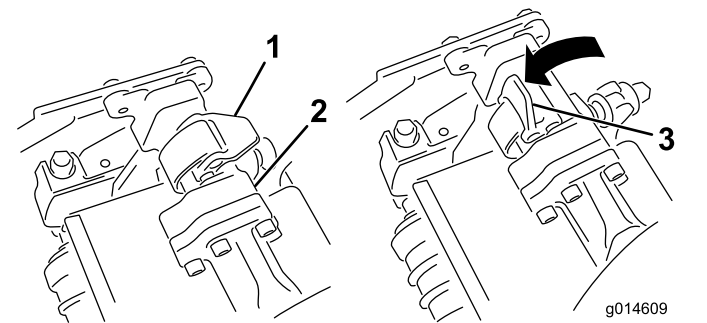
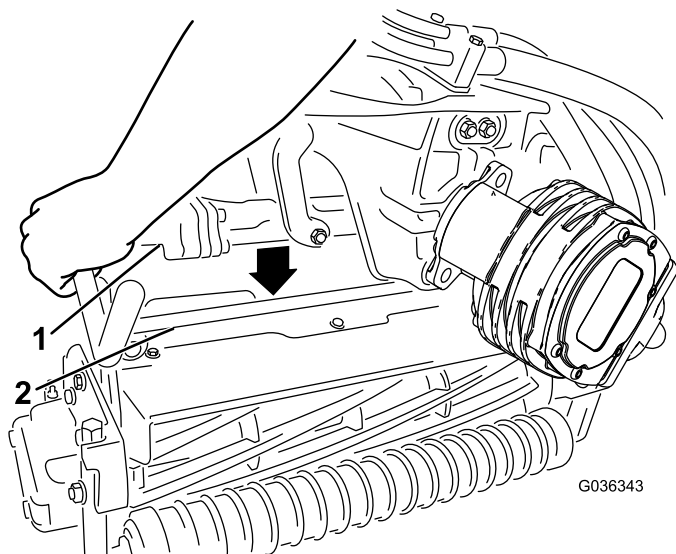

Figura 56
Figura 57
4. Com os fechos na barra do braço de suspensão a apontar para cima (i.e. abertos) (Figura 56), empurre o braço de suspensão para baixo de forma a que a barra passe pela barra através da parte superior da unidade de corte (Figura 57).
5. Feche os fechos para baixo e em redor da barra da unidade de corte e bloqueie-os no sítio (Figura 56).
5. Abra os fechos na barra do braço de suspensão da unidade de corte que está a remover (Figura 56).